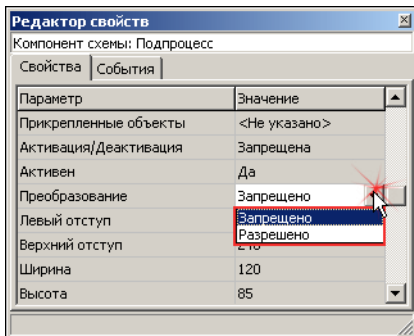

Рис. 4.48.
2. На панели **Редактор свойств** нажмите кнопку выбора значения параметра и выберите один из вариантов в раскрывшемся списке (рис. 4.48).